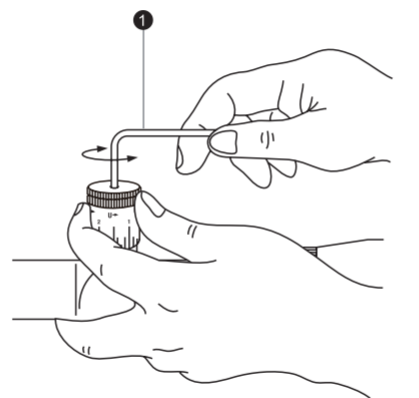

Fig. 3-7
Sujetando la torreta/empuñadura de fácil manejo con los dedos para evitar el desplazamiento del anillo de escala alineado, gire el tornillo situado en la parte superior de la torreta/empuñadura de fácil manejo en sentido contrario a las agujas del reloj con la llave hexagonal suministrada (1) hasta que salga el tornillo. A continuación, extraiga la torreta/empuñadura de fácil manejo (Fig. 3-7).